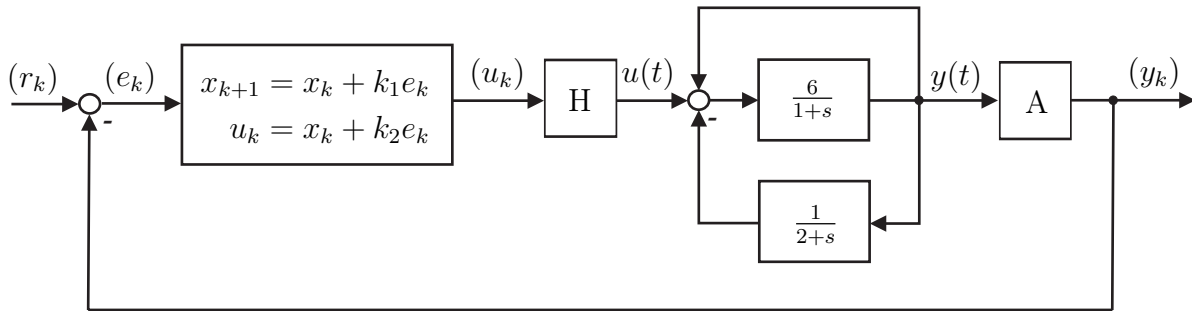

Abbildung 3: Zeitdiskreter Regelkreis.
3. Für den in Abbildung 3 dargestellten zeitdiskreten Regelkreis sind folgende Aufgaben zu bearbeiten: